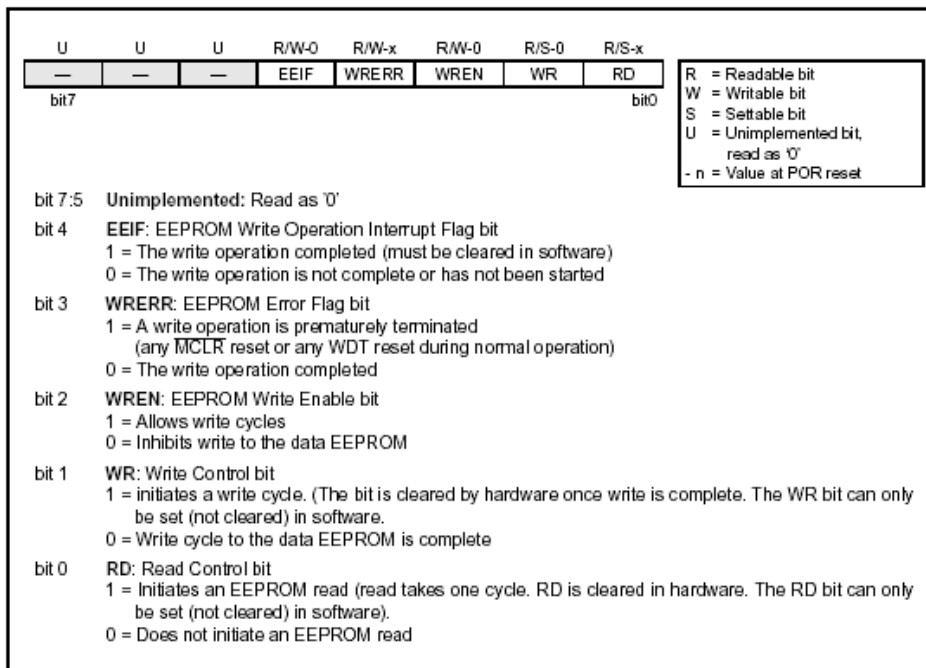

Figure II.14 : Registre EECON1.
- EECON1 (Figure II.14) est le registre de contrôle de l'accès à l'eeprom. Cinq bits permettent un cet accès :
- WREN autorise (1) ou non (0) l'accès en écriture.